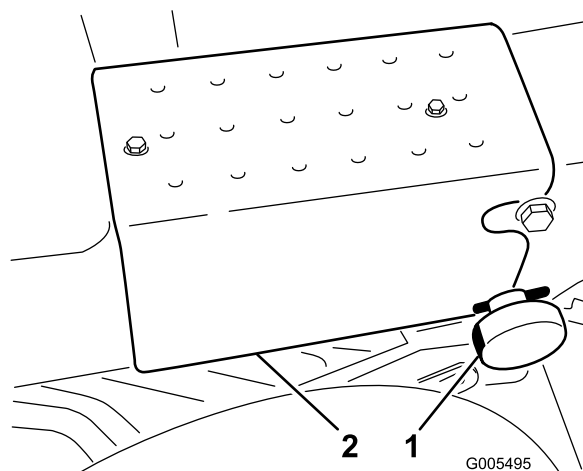

図 7
5. ハンドルアームを通常の運転位置に立てる (ノッチに嵌まる)。固定用ノブとコッター・ピンとで固定する (図 7)。
6. タップ・ネジ2本で、右側ステップをフレームに取り付ける (図 7)。